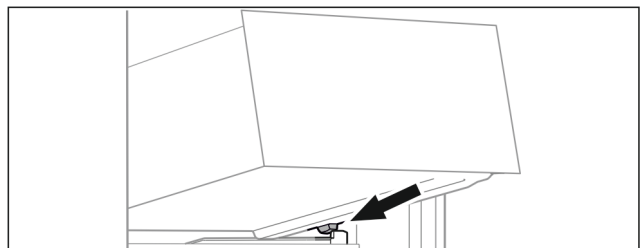

Fig. 76
- ▶ Lade schuin achter de stoppers op containerrib plaatsen. (zie Fig. 76)